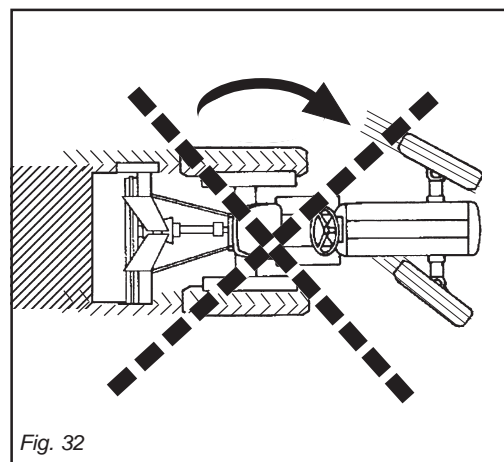

Fig. 32
Durante il lavoro evitare di effettuare curve con la macchina interrata, ne tantomeno lavorare in retromarcia (Fig. 32, 33).
*During work, avoid turning corners while the implement is soil working. Never work in reverse (Fig. 32,33).*
*Relevez toujours l'appareil lors des changements de direction et des inversions de marche (Fig. 32, 33).*
Vermeiden Sie es, die Maschine unbelastet (außerhalb der Erde) laufen zu lassen. Wenn das Gerät unterirdisch arbeitet, keine Kurven fahren und auch nicht rückwärts fahren (Abb. 32,33). Das Gerät zum Ändern der Richtung und zum Wenden immer ausheben.
Durante el trabajo evitar efectuar curvas con la máquina enterrada y no trabajar marcha atrás. Alzarla siempre para cambiar de dirección y para las inversiones de marcha (Fig. 32,33).